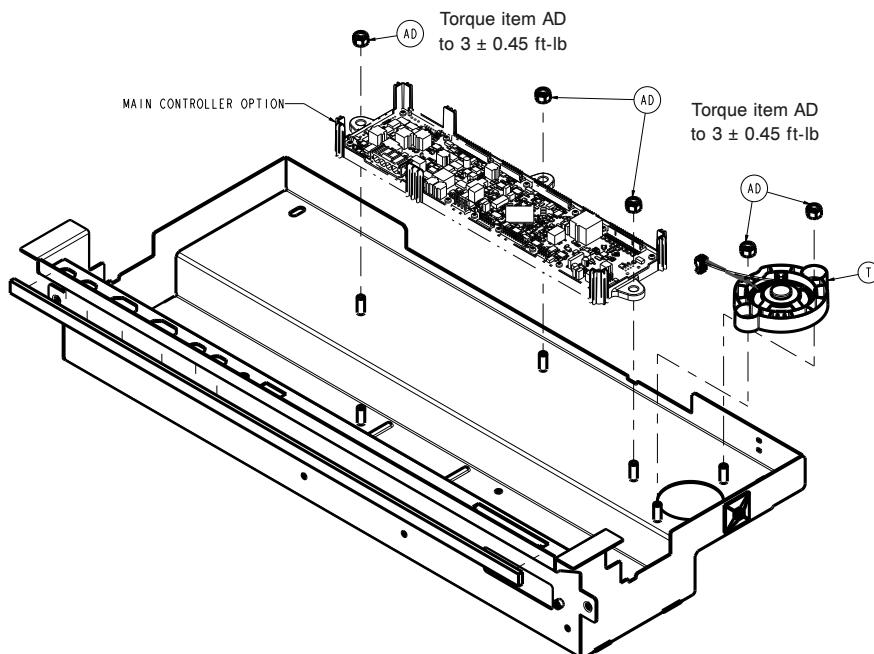

Figure 31 – Remplacement de la carte de commande principale
10. À l'aide d'une clé à cliquet et d'une douille de 7/16 po, retirer les trois écrous (AD) qui fixent la carte de commande principale à l'ensemble de boîtier électronique (Figure 31). Conserver les écrous.